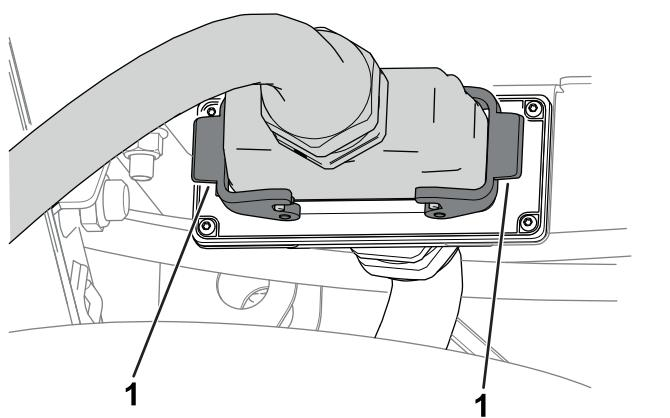

図 6
8. マシンのコネクタについているラッチを使って接続を固定する(図 6)。